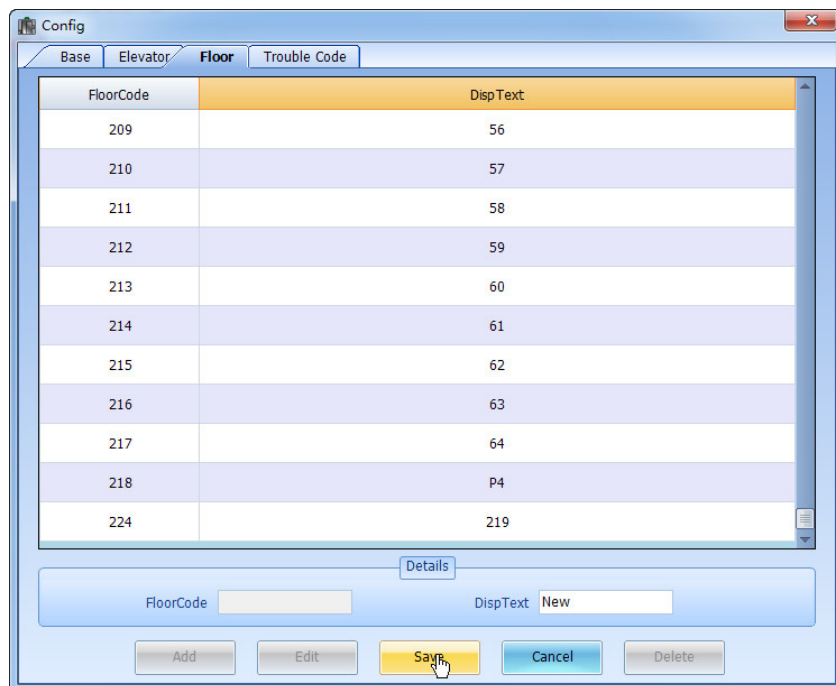

Fig.4.3.10
- 추가 버튼을 클릭, 상세 화면이 열린다. 층 코드는 자동 생성 입력 불가하다. Fig 4.3.10 과 같이 저장한다.